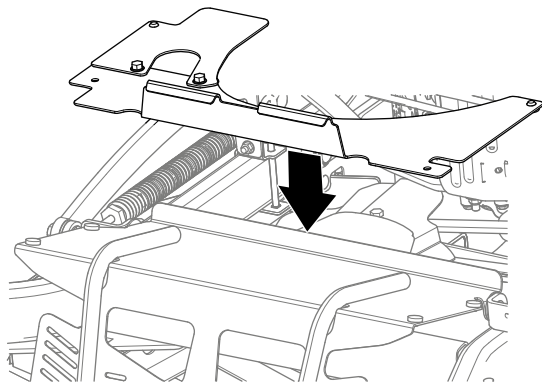

Bild 36
1. Montieren Sie die Schutzverlängerung an der Maschine wie in Bild 36 beschrieben.